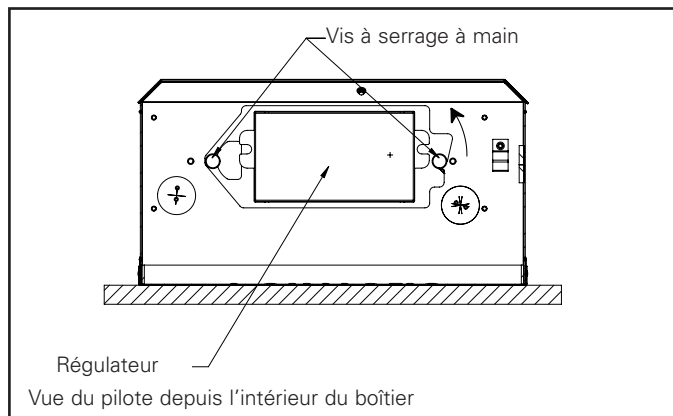

Figure 23.
7. Desserrez les deux vis à serrage à main de montage de la porte du pilote sur environ 3 tours (consultez la Figure 23).
10. Débranchez le câblage du pilote. Retirez les deux écrous pour pouvoir enlever et séparer la porte du pilote. Installez le nouveau pilote à la porte du pilote dans le sens montré (Figure 23).